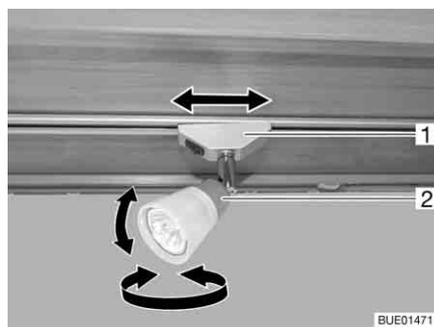

Fig. 24 Foco
- Coger la carcasa (Fig. 24,2) y girarla.
- Agarrar el soporte (Fig. 24,1) y girarlo aprox. 45°.
- Agarrar el soporte (Fig. 24,1) y girarlo 90°.